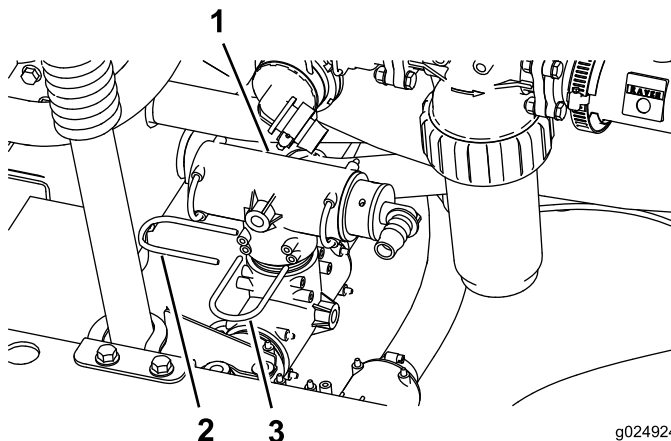

Figure 25
2. Montez le raccord en T sur son support sur le côté inférieur gauche à l'arrière de la machine (Figure 25).